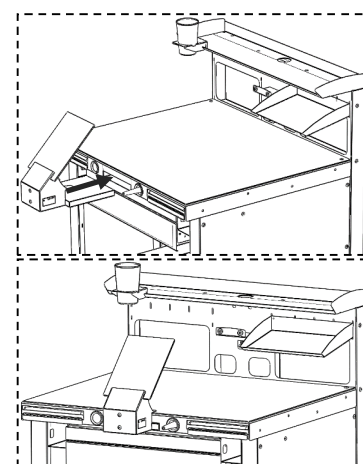

Рис.6 ВМУ 2.0 НЬЮ
- Модуль вытяжной универсальный ВМУ 2.0 НЬЮ, рис.6, поставка по дополнительной заявке, для работы с бормашиной непосредственно на столешнице СЗТ. Устанавливается вместо выдвижной платформы (8).